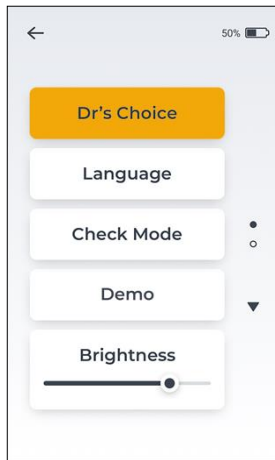
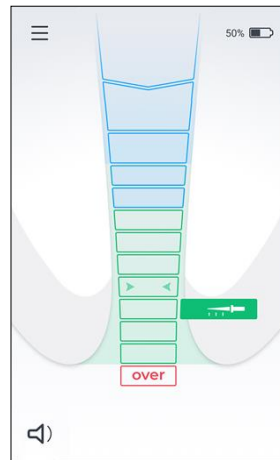

Fig. 12
Fig. 13
- Åpne innstillingsmenyen og trykk på fanen Dr's Choice – se fig. 12. «Dr's Choice» blir oransje mens den er aktivert og den apikale linjen i Dr's Choice vises på skjermen – se fig. 13.
- For å deaktivere den apikale linjen i Dr's Choice går du til innstillingsmenyen og slår Dr's Choice av ved å trykke på fanen Dr's Choice – se fig. 12.